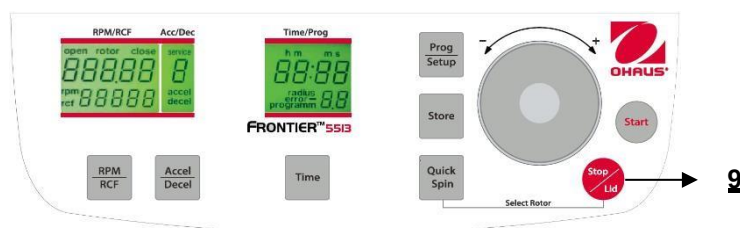

Figura. 25
Mediante il tasto **"Stop/Lid"** (9) (Vedere figura 25) è possibile interrompere il ciclo in ogni momento. Dopo aver premuto il tasto, la centrifuga decelera all'intensità preselezionata fino a che non si arresta. Dopo l'arresto completo del rotore, premere il tasto "Stop/Lid" per aprire il coperchio.